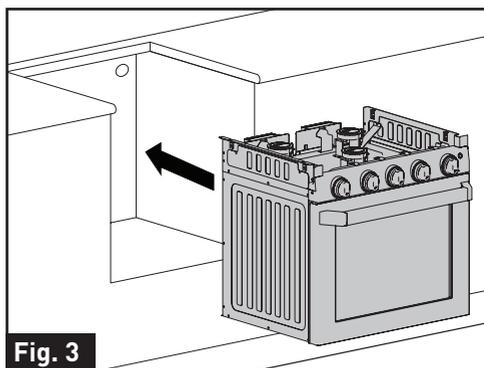

Fig. 3
3. Faites glisser le Cuisinière intégrée/ four a hotte dans l'ouverture de l'armoire. Vérifier que le four est à niveau d'un côté à l'autre et d'avant à l'arrière. (Fig. 3)